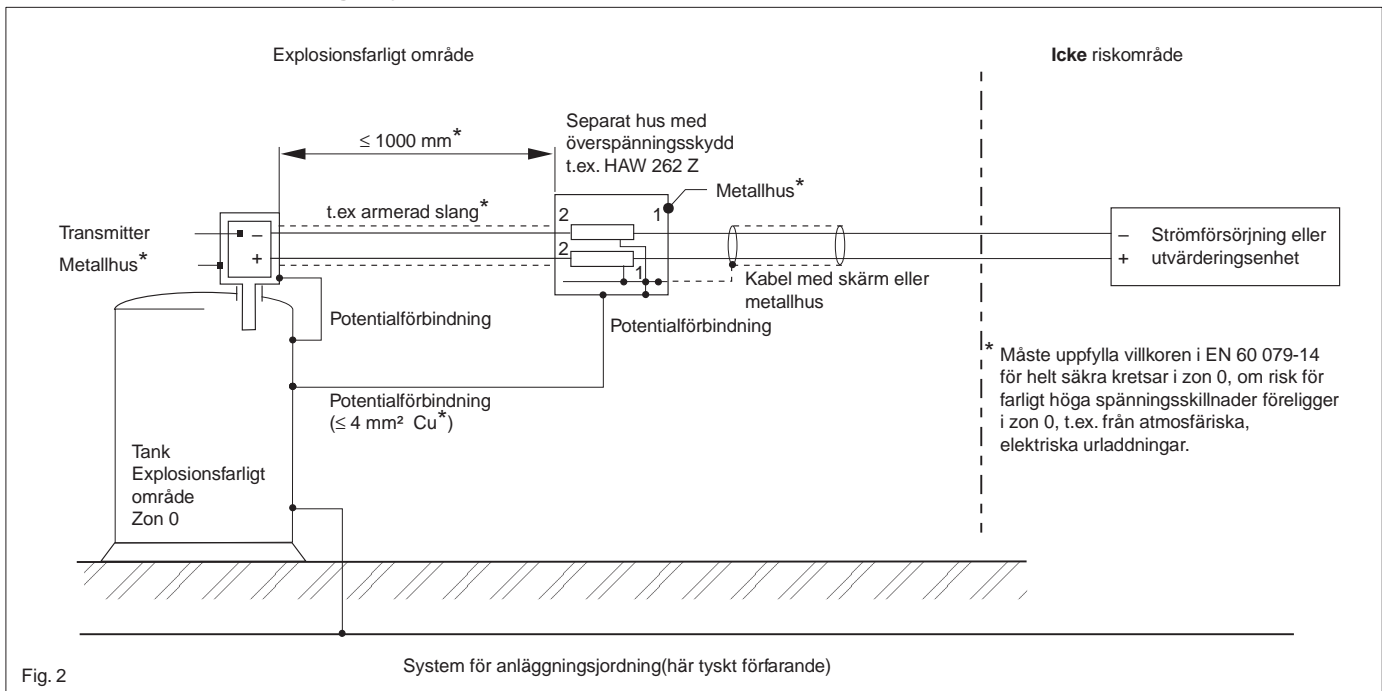

Fig. 2
- 7) Tillval: överspänningsskydd HAW 262 Z, se fig. 2.